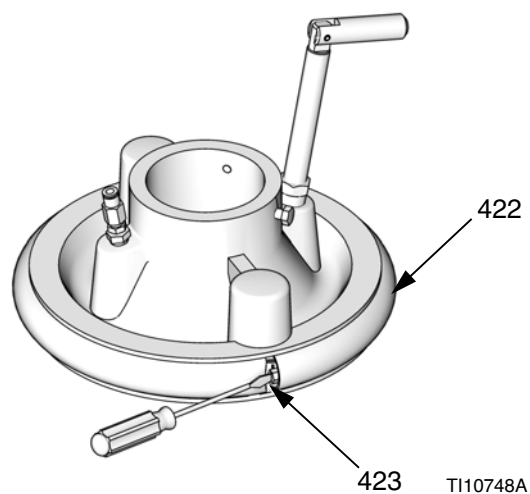

Рис. 15
4. Для скребков 255659 см. только Рис. 15:
- a. Разделите соединение скребка (422) настолько, чтобы загнуть назад ремень, покрывающий крепление червячной передачи (423). Рис. 15См. Рис. 15.
- b. Отвинтите червячную передачу (423) и удалите скребок (422).